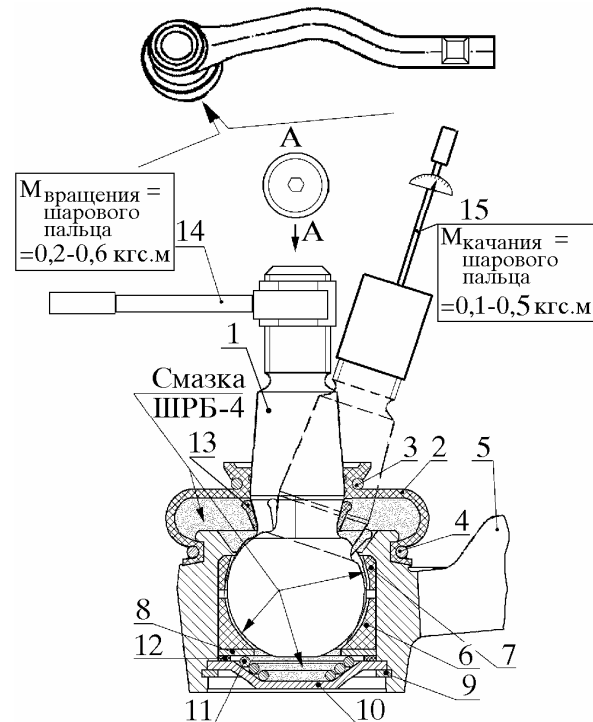

Рис. 3. Сборка шарнира наконечника:
7.1.1. Установить в наконечник 5 (рис. 3) вкладыш 7 верхний до упора в торец наконечника. Нанести смазку на шаровую поверхность вкладыша
7.1.4. Надеть уплотнительный чехол 2 в сборе с пружинным кольцом 3 и обоймой 4, предварительно заполнив полость чехла смазкой, на шаровой палец 1 и выточку наконечника 5, как показано на рис. 3.